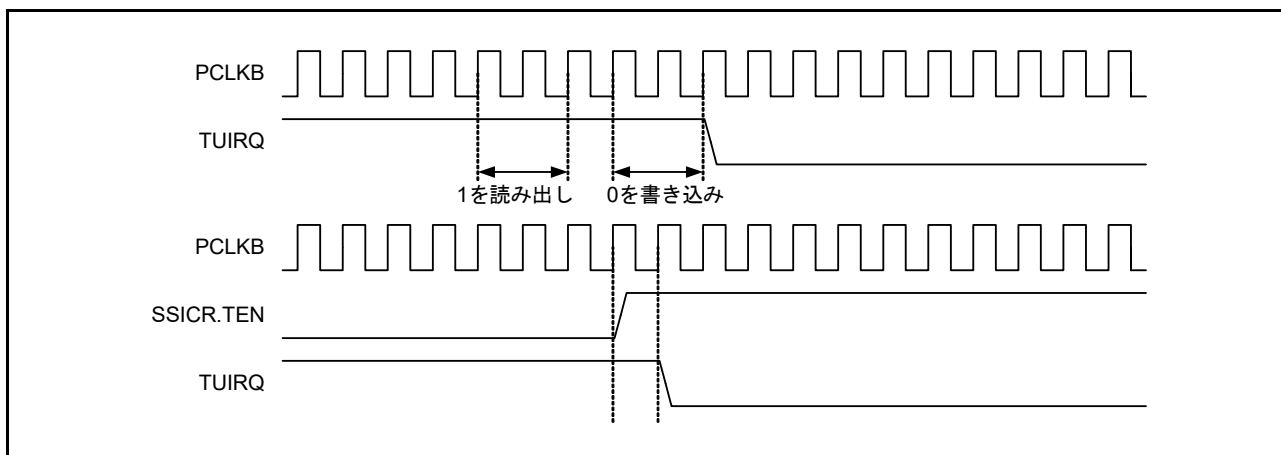

図 35.17 TUIRQ クリアタイミング
1. 本ビットから 1 を読み出した後に、0 を書き込んだとき（図 35.17 に示すタイミングと同じ）
1. 本ビットから 1 を読み出した後に、0 を書き込んだとき (図 35.17 に示すタイミングと同じ)